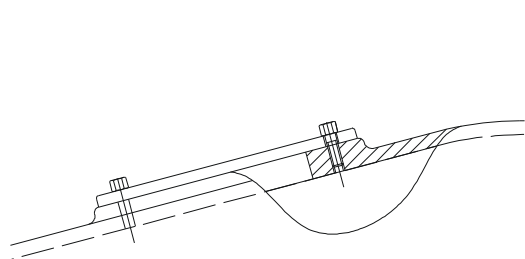

图 11-2-20
STEP 02 参照上面绘制螺栓和起盖螺钉的方法和步骤，绘制观察孔的螺钉，效果如图 11-2-20 所示。